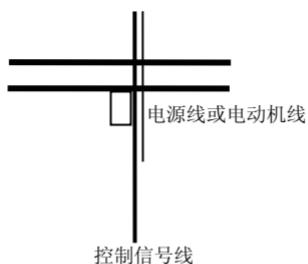

图 3-29 系统配线要求
- (4) 变频器PE端接地电缆不得借用其它设备接地线，必须直接与大地相连。
- (5) 控制信号线不能与强电电缆(R、S、T或R、T与U、V、W)平行近距离布线，不能捆扎在一起，保持20~60厘米(与强电电流大小有关)以上的距离。如果要相交，则应相互垂直穿越，如图3-29所示。
- (6) 控制信号和传感器等弱电接地线必须与强电接地线分别独立接地。
- (7) 禁止在变频器电源输入端(R、S、T或R、T)上连接其它设备。